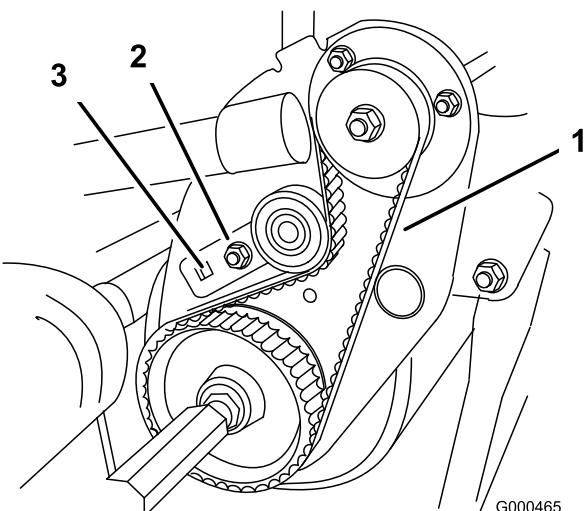

図 47
- B.  $3/8$  インチのトルクレンチでアイドラ・ブラケットを $0.4 \sim 0.46$  kg.m のトルクで回転させてベルトを張る（図 47）。トルクレンチの設定が狂わないように注意しながら、ベアリング・ハウジング取り付けナットを締め付ける。（タング・ワッシャは、ベルトのスリップを防止するためのものである）。ベルトを強く張りすぎないように注意すること。